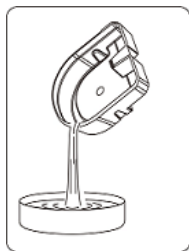

Figure 12
1. Cuando el agua en la bandeja de goteo está llena, quite la tapa del colector de goteo, vierta el agua en un recipiente (ver Fig. 12). La bandeja de goteo debe ser vaciada y limpiada por completo.